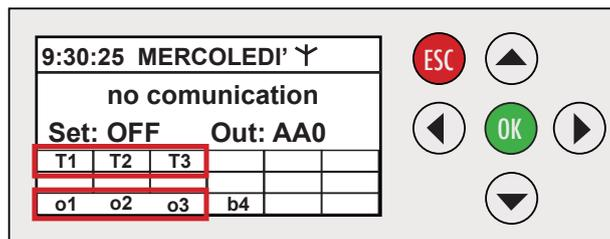

Fig.151/1
- 3.9 La griglia della schermata iniziale indicherà il numero di cronotermostati assegnati (lampeggianti) e il numero di attuatori presenti. (Fig.151/1)